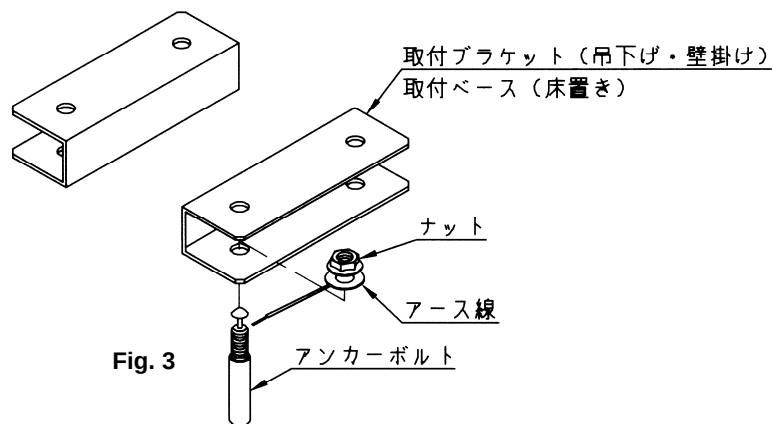

Fig. 3
- 1) 本製品を設置する際には帯電を防ぐため、必ず指定箇所からアースを設置してください。指定箇所は Fig. 3 を参照してください。